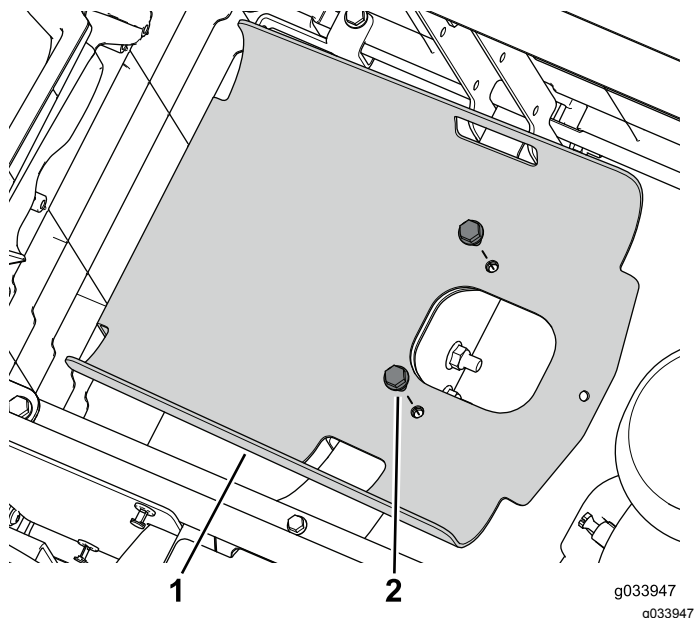

Рисунок 5
5. Отверните 2 болта с фланцевыми головками, которые крепят поддон бака к раме (Рисунок 5).
5. Прикрепите поддон бака к раме с помощью 2 ранее снятых болтов с фланцевыми головками (Рисунок 5).